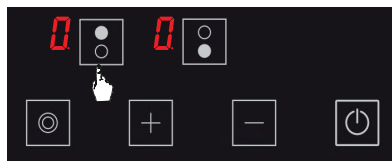

Figure 15
2. Appuyez à nouveau sur la touche de sélection de la plaque de cuisson supérieure (0). (Voir Fig. 15)